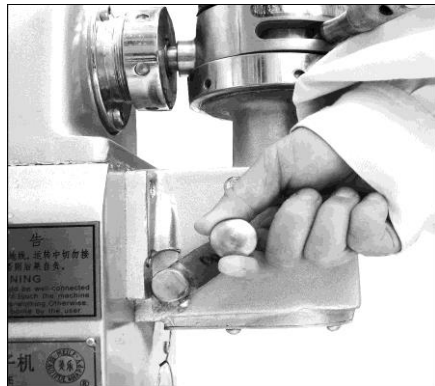

Рис. 6
- Переключите Ручку держателя фарша (21) в положение «OFF» (рис. 6).